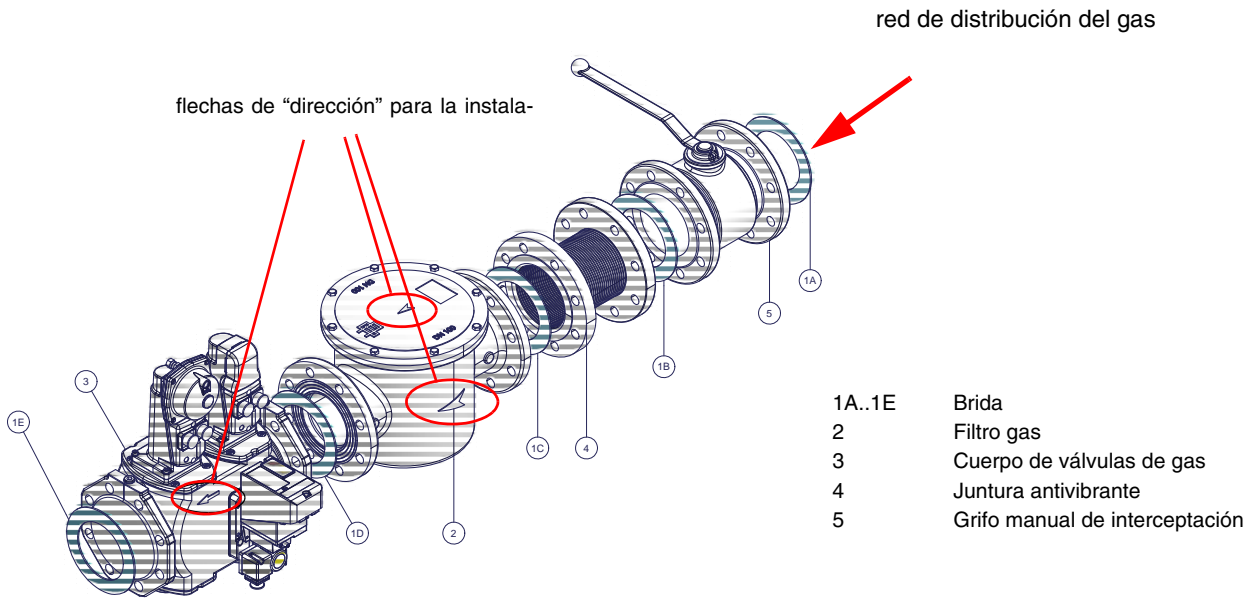

Fig. 5 - Ejemplo de rampa gas
- 1-b) en el caso de juntas embridadas: interponer entre un miembro y el otro, una junta (n. 1A..1E - Fig. 5), compatible con el gas utilizado,